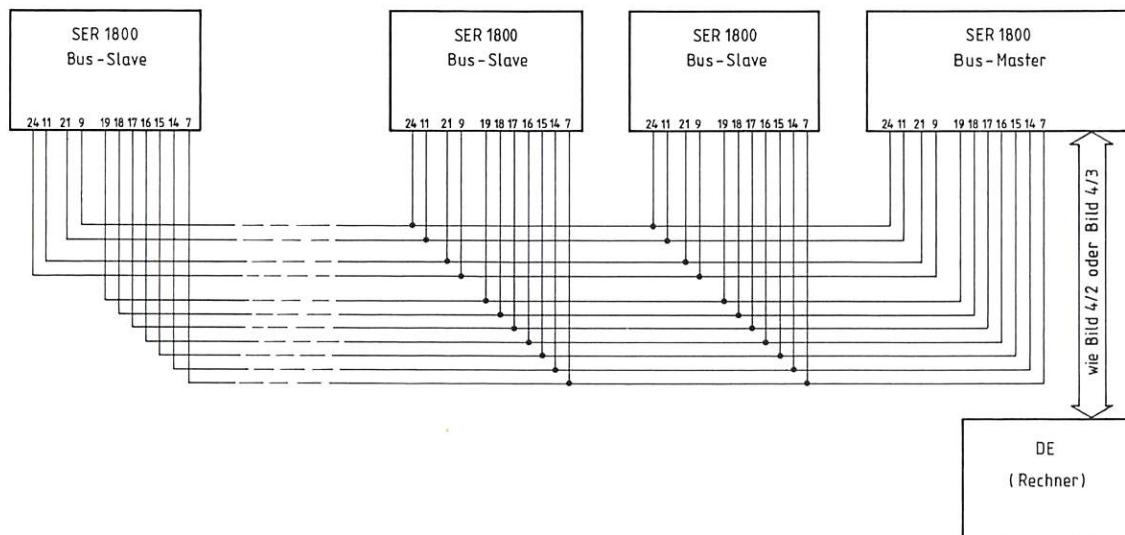

Bild 4/5 Anschluß eines Rechners mit RS-232-C-Schnittstelle
- **Anschluß eines Rechners** mit nur einer RS 232 C oder entsprechender Normschnittstelle **an bis zu 14 Empfänger** (Serieller Bus, Kleinsystem), BU 15 bis BU 18 auf B-C, Bild 4/5: